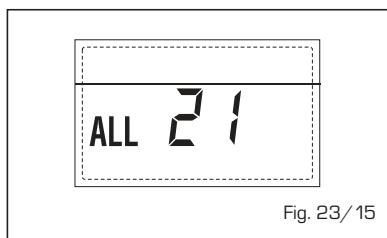

Fig. 23/15
**- INTERVENCIÓN TERMOSTATO DE SEGURIDAD SEGUNDA ZONA MEZCLADA "ALL 22" (fig. 23/16)**